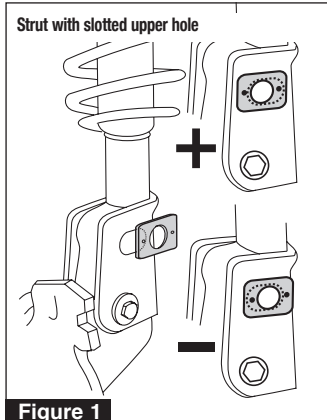

Figure 1
4. When installing on a strut with circular bolt hole openings, skip to step 5 (included adapter plates are not needed). When installing on a strut with *elongated* upper or lower holes use adapter plate included in kit. Check for proper fit of adapter plate to strut flange. Plate should sit flush against strut and dimples should mount inside strut slot. Due to variations among strut manufacturers, slight modifications to strut and/or plate may be necessary. Hold adapter plate in place against strut as shown in (Figure 1). Using dimples on adapter plate as a guide, mark where dimples will contact strut. Using a hammer and center punch, make a small indentation where dimples will sit against strut. Elongate slot using SPC #85125 Rotary File or equivalent. This will allow plate to lock against strut and sit flush when EZ Cam™ is tightened.
4. Lors de l'installation sur une jambe de force avec des ouvertures de trous de boulons circulaires, passez à l'étape 5 (les plaques d'adaptation incluses ne sont pas nécessaires). Lors de l'installation sur une jambe de force avec des trous supérieurs ou inférieurs *allongés*, utilisez la plaque d'adaptation incluse dans le kit. Vérifiez le bon ajustement de la plaque d'adaptation à la bride de la jambe de force. La plaque doit reposer contre la jambe de force et les alvéoles doivent être montées à l'intérieur de la fente de la jambe de force. En raison des différences entre les fabricants d'entretoises, de légères modifications de l'entretoise et/ou de la plaque peuvent être nécessaires. Maintenez la plaque d'adaptation en place contre la jambe de force, comme illustré à la (Figure 1). En utilisant les alvéoles sur la plaque de l'adaptateur comme guide, marquez l'endroit où les alvéoles entreranno en contact avec l'entretoise. À l'aide d'un marteau et d'un poinçon central, faites une petite indentation où les fossettes reposeront contre la jambe de force. Élargissez la fente à l'aide de la lime rotative SPC n° 85125 ou équivalente. Cela permettra à la plaque de se verrouiller contre l'entretoise lorsque EZ Cam™ est serré.